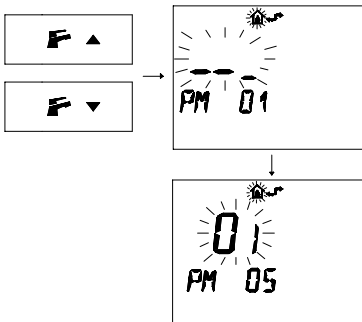

fig. 8.12
- 3 Premere i pulsanti  o  per visualizzare la programmazione "PM 05" Tipo gas primo livello fig. 8.12